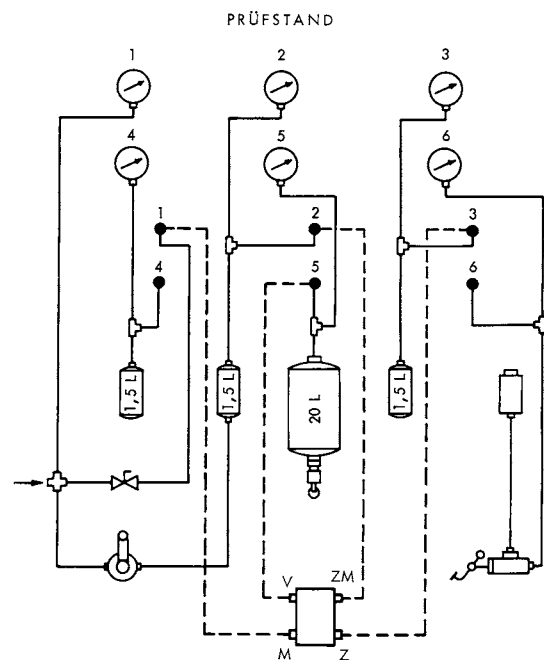

Abb. 3
- Steuerventil bis auf den Anschluß "ZM" nach Prüfschema anschließen (siehe Abb. 3). Absperrhahn und Drehschieberventil sind angeschlossen.